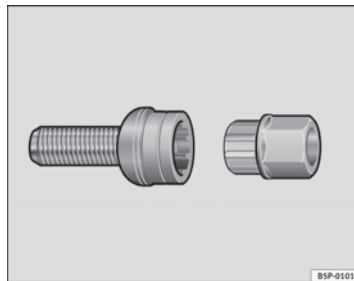

Fig. 142 Viti antifurto
- Innestare l'adattatore nella vite antifurto, spingendolo fino in fondo ⇒ fig. 142.